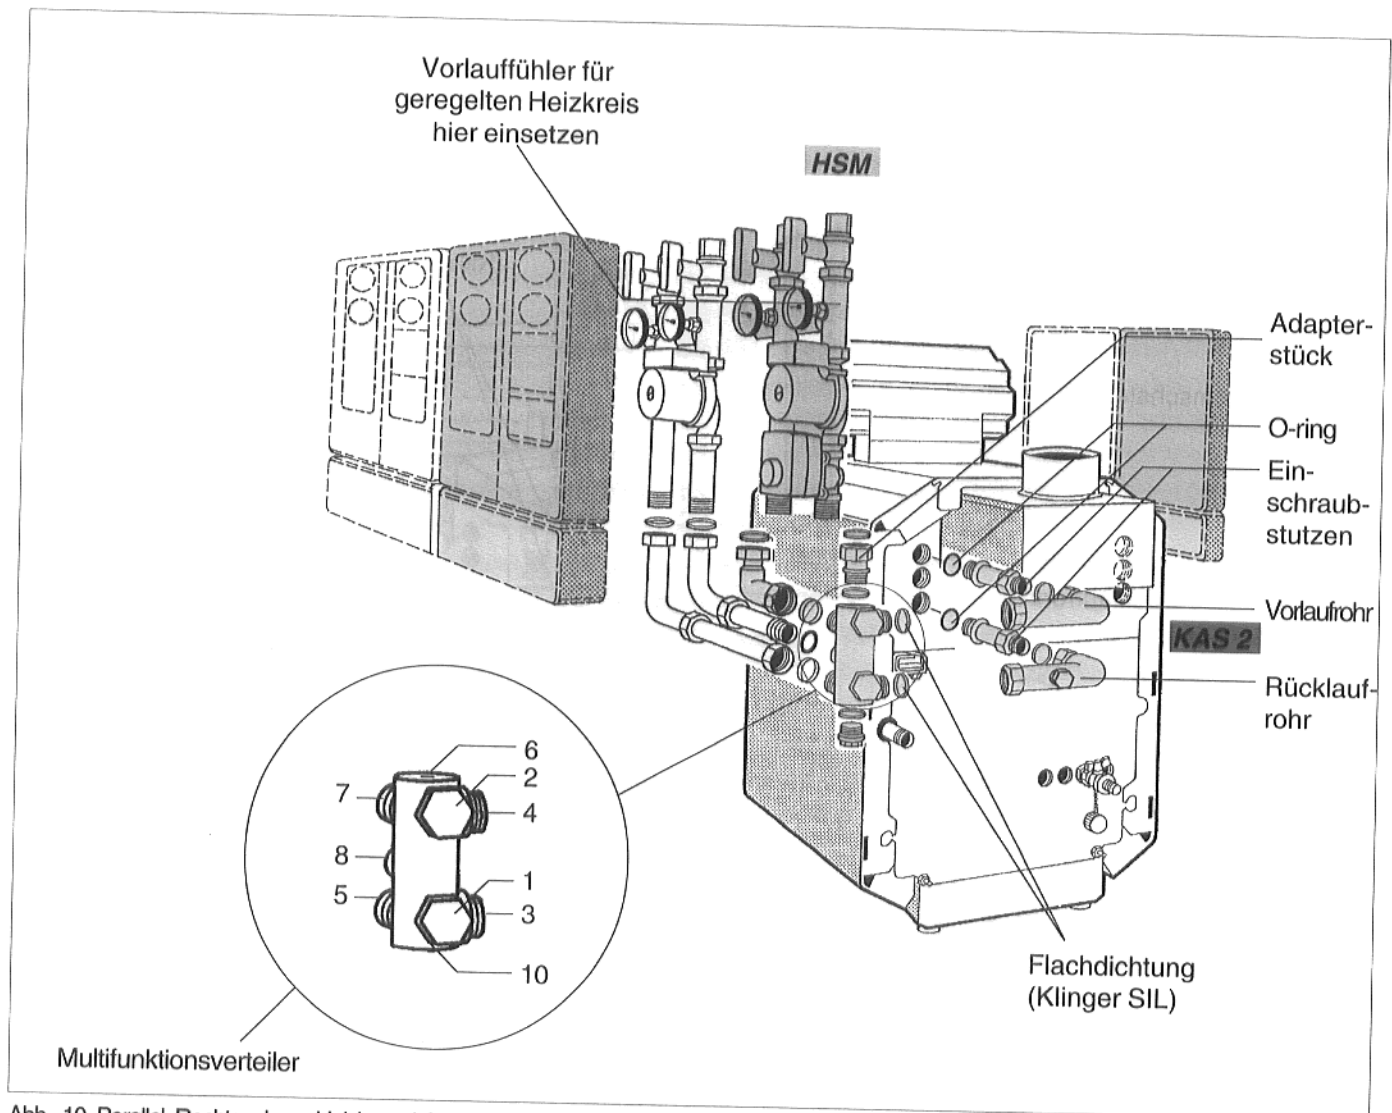

Abb. 10 Parallel Rechtsanbau; Heizkessel-Anschluß-Set mit Multifunktionsverteiler, Heizkreisset mit / ohne Mischer am Heizkessel G134
Die Anschlüsse am Heizkessel sind entsprechend Abb. 2 (Lieferzustand) zu montieren. Die Numerierung der Anschlüsse am eingebauten Multifunktionsverteiler muß unbedingt mit der Numerierung in Abb. 10 übereinstimmen, sonst stimmen die Vor- und Rücklaufanschlüsse von der Kesselseite mit der Heizkreisseite nicht überein! Alle geraden bzw. alle Ungeraden Nummern gehören wasserseitig zusammen.
- Einschraubstutzen mit eingelegtem O-Ring in den Kesselvor- und -rücklauf einschrauben (Abb. 10).
- Am kurzen Schenkel des Vor- und Rücklaufrohres eine Flachdichtung in die Überwurfmutter einlegen. Vor- und Rücklaufrohr locker mit den Einschraubstutzen verschrauben (Abb. 10).
- Langen Schenkel des Vorlaufrohres in der Waagerechten ausrichten, Verschraubung zwischen Einschraubstutzen und Vorlaufrohr anziehen (Abb. 10).
- Multifunktionsverteiler mit dem Abgang Nr. 4 an das Vorlaufrohr anschrauben (Abb. 10).
- Multifunktionsverteiler mit dem Abgang Nr. 3 an das Rücklaufrohr anschrauben (Abb. 10).
- Verschraubung zwischen Rücklaufrohr und Einschraubstutzen anziehen (Abb. 10).
- O-Ring auf das Adapterstück aufschieben und das Adapterstück von oben in den Abgang Nr. 6 des Multifunktionsverteilers drehen (Abb. 10).
- Dichtungen in die Winkelverschraubung einlegen und die Winkelverschraubung mit dem langen Schenkel auf den Abgang Nr. 7 des Multifunktionsverteilers aufschrauben (Abb. 10).
- Flachdichtungen in das Adapterstück und in die Winkelverschraubung einlegen (Abb. 10).
- Heizkreisset mit (HSM) / ohne Mischer (HS) entsprechend Abb. 10 aufschrauben.
- Stopfen mit aufgelegtem O-Ring in den Abgang Nr. 10 des Multifunktionsverteilers eindrehen (Abb. 10).
- Vorlauffühler entsprechend Abb. 10 in die Meßstelle des Heizkreis-Sets einstecken.